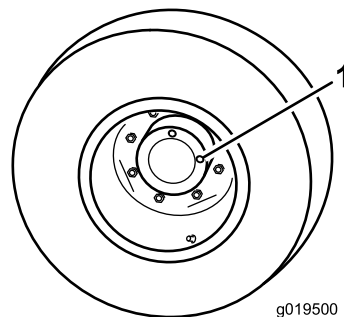

Рисунок 53
1. Установив машину на ровную поверхность, расположите колесо так, чтобы одна контрольная пробка находилась в положении «12 часов», а другая – в положении «3 часа» (Рисунок 53).
2. Снимите пробку, находящуюся в положении «3 часа» (Рисунок 53).